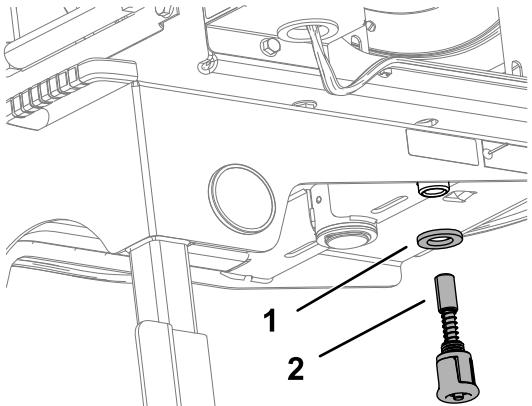

図 23
- 6. ホースリールフレームの下側に、ワッシャとスプリングピンを取り付ける図 23。